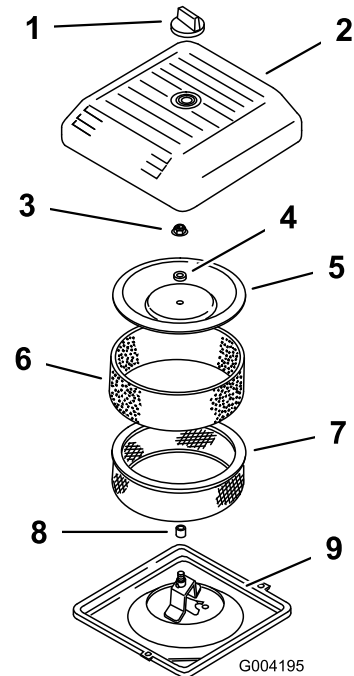

Figura 147
1. Deslice cuidadosamente el prefiltro de espuma sobre el elemento de papel (Figura 147).